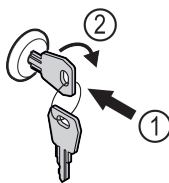

Fig. 171
- Dugja be a kulcsot. Fig. 171 (1)
- Forgassa el a kulcsot 90°-kal az óramutató járásával megegyező irányba. Fig. 171 (2)